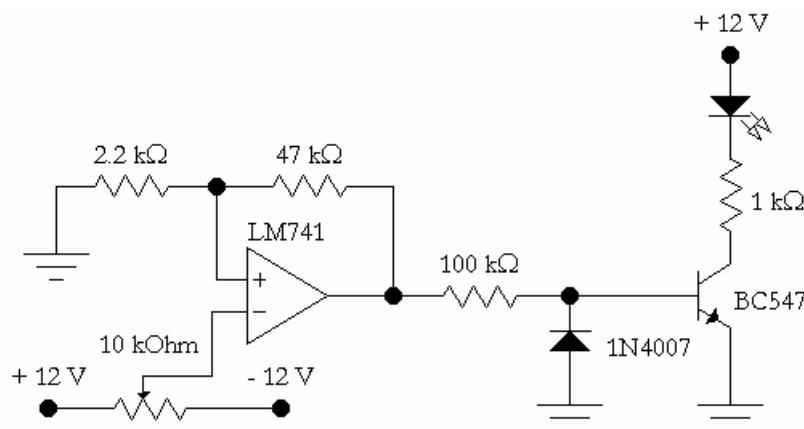

Figura 5
- 5.1. Armar el circuito de la Figura 5.